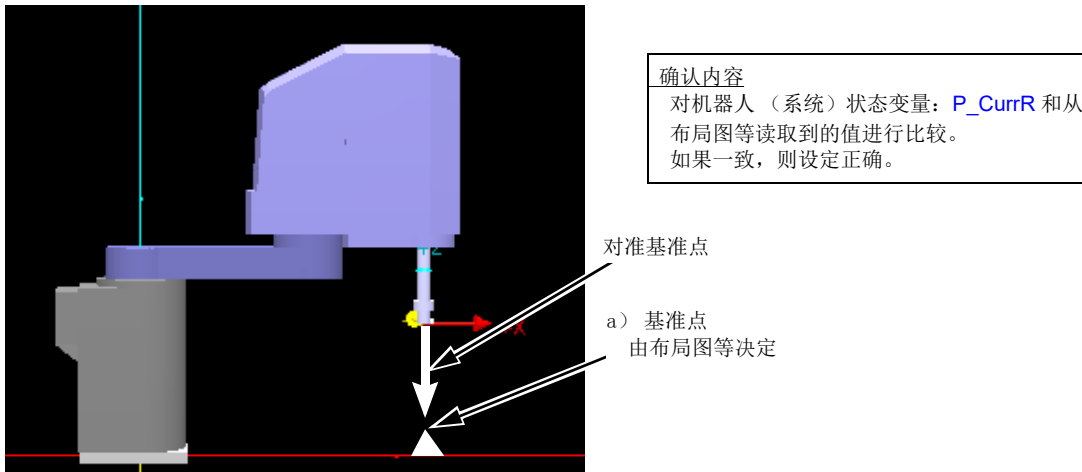

图 5-26: 确认机器人间的校准设定
- 1) 通过装置的布局图等为每个机器人确定一个基准位置。(图 5-26 的 a)。以下为基准点)